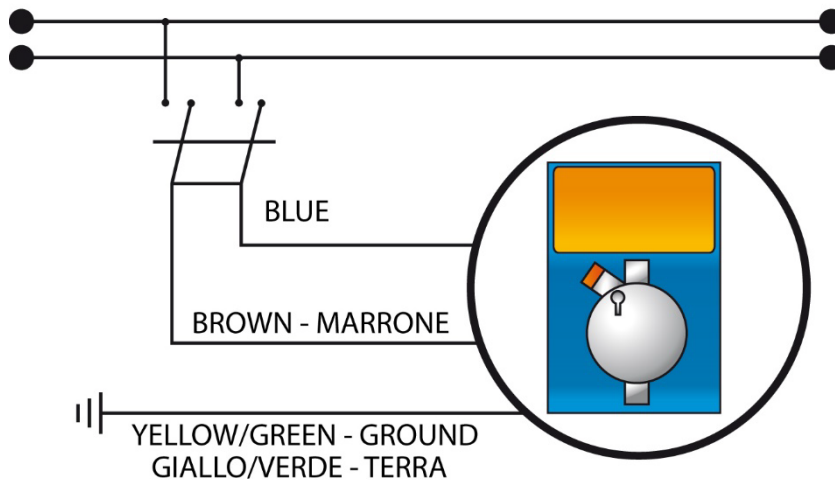

Fig.4 – Raccordement électrique
- Veiller à ce qu'elle soit désactivée électriquement (les deux polarités) en débranchant les conducteurs des points de contact du réseau en ouvrant l'interrupteur omnipolaire avec une distance minimale entre les contacts de 3 mm (Fig. 4).